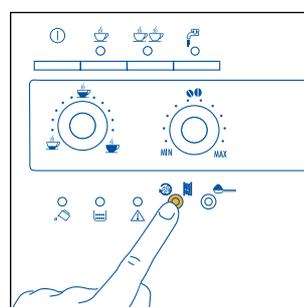

Fig. 14
1) Si, la machine à peine en marche, vous devez faire une tasse de café serré (moins de 60 cc) utilisez l'eau chaude du rinçage pour préchauffer les tasses (voir conseil § 4.3 point 5). Si, en revanche, il s'est écoulé plus de 2/3 minutes depuis le dernier café fait, vous devrez préchauffer l'infuseur avant de faire un autre café, en appuyant sur la touche ☕ (fig. 14). Laissez couler l'eau dans l'égouttoir